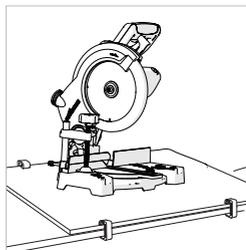

Fig. 2
- Utilisez des serre-joints en G pour fixer la plaque de support à la surface de travail. (**Fig. 2**)